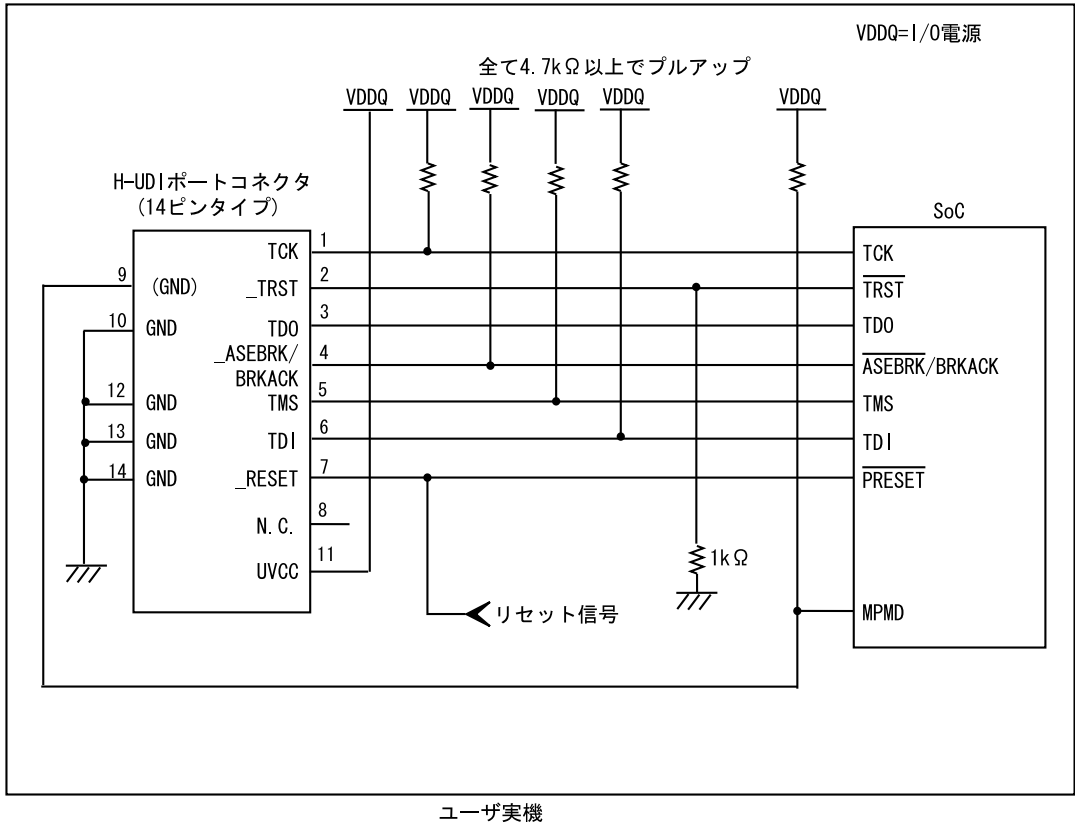

図 1.4 E10A-USB 使用時の H-UDI ポートコネクタ - チップ間の推奨接続例(14 ピンタイプ)
- 図1.4の回路を組んだ場合のE10A-USBエミュレータのスイッチ設定：SW2=1, SW3=1